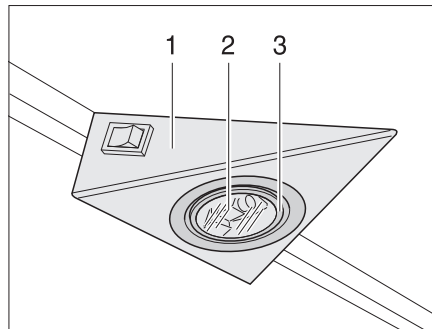
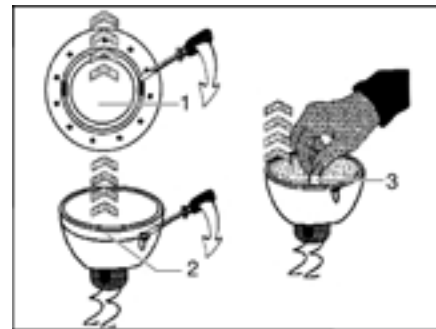

Fig. 166 Lampe halogène encastrée
Fig. 167 Remplacer l'ampoule halogène
La lampe halogène est encastrée dans un boîtier (Fig. 166,1).
- Détacher la bague de recouvrement intérieure (Fig. 166,3 ou Fig. 167,1) du boîtier avec un outil plat approprié (p. ex. tournevis).
- Enlever la bague de recouvrement avec la vitre (Fig. 166,2).
- Retirer l'ampoule halogène (Fig. 167,2).